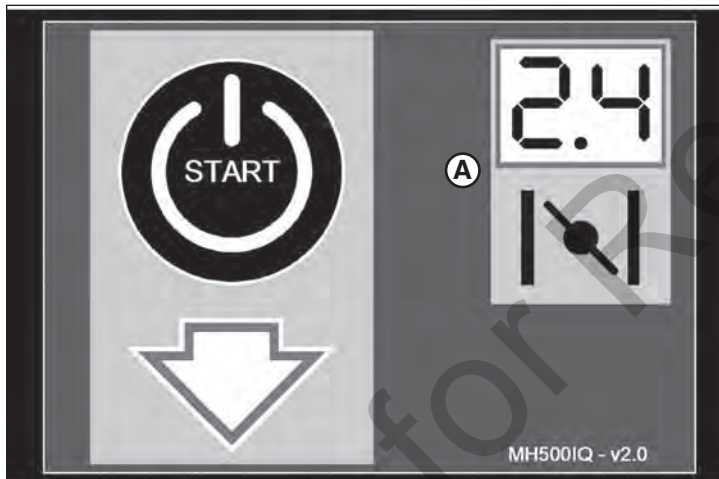

Figura 22
3. Permita que la pantalla se encienda. La pantalla inicial es "Start" (Arranque). Consulte la Figura 22.
4. El número en la parte superior derecha de la pantalla (A, Figura 22) es el ajuste recomendado del amortiguador.